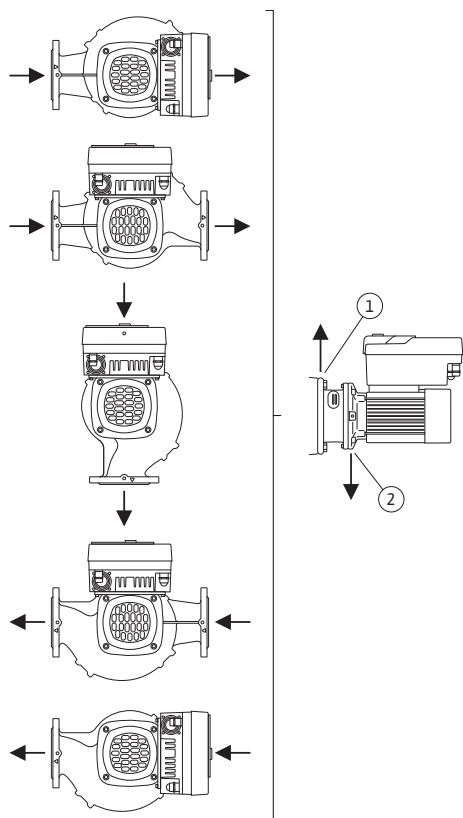

Fig. 21: Lubatud paigaldusasendid horisontaalse völliga
- Horisontaalse mootorivõlli korral peab all olema kondensaadi äravoolu võimaldav auk (Fig. 21, pos. 2). Vajaduse korral tuleb mootorit keerata.